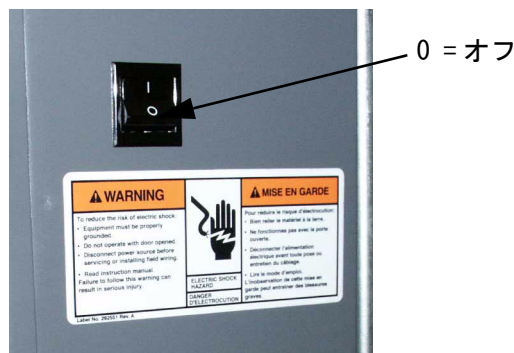

図 . 5
- ProMix の電源を切ります (0 の位置にします)。図 . 5。